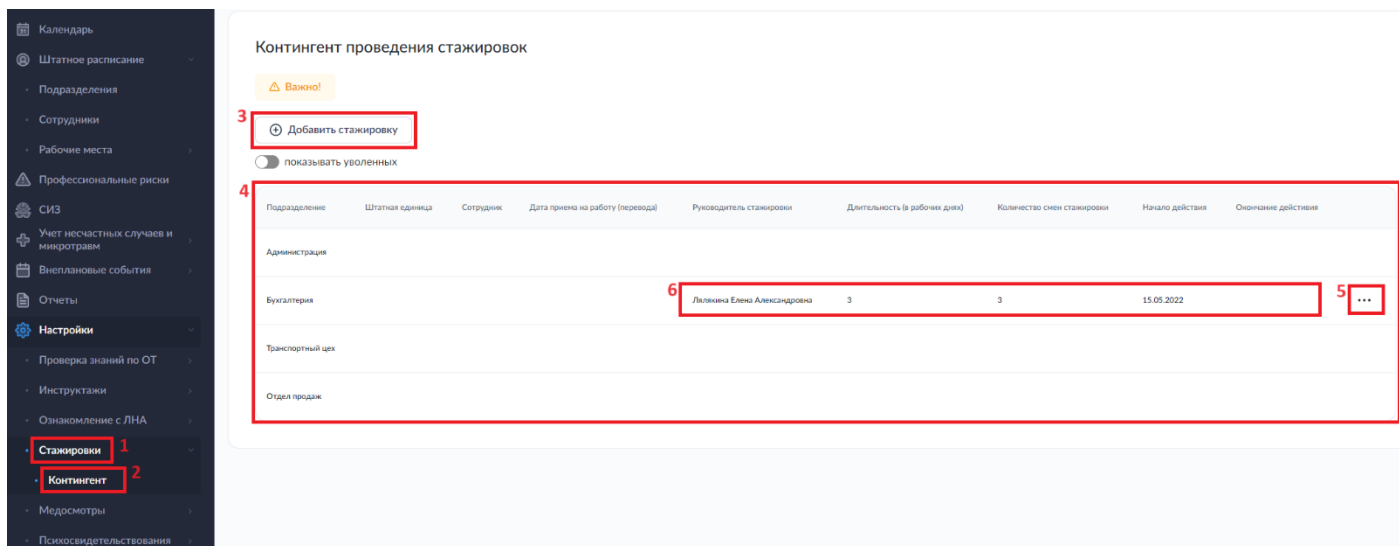

Рисунок 77. Раздел «Настройки». Подраздел «Стажировки. Контингент»
Настройка правил формирования стажировок проводится в подразделе «Контингент» (2) раздела (1) «Стажировки» настроек (рис. 77). Для того, чтобы внести в систему информацию о стажировках необходимо нажать на кнопку «Добавить стажировку» (3).